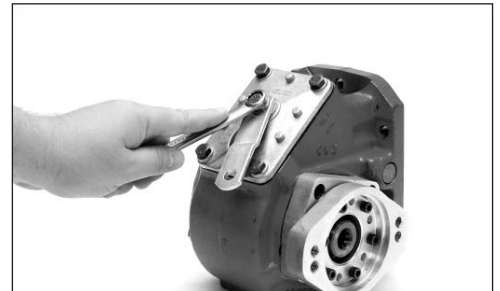

Abb. 7
11. Der Nebenantriebs-Schalthebel muss um 180° aus der normalen Position gedreht werden (**Abb. 7 und 8**).